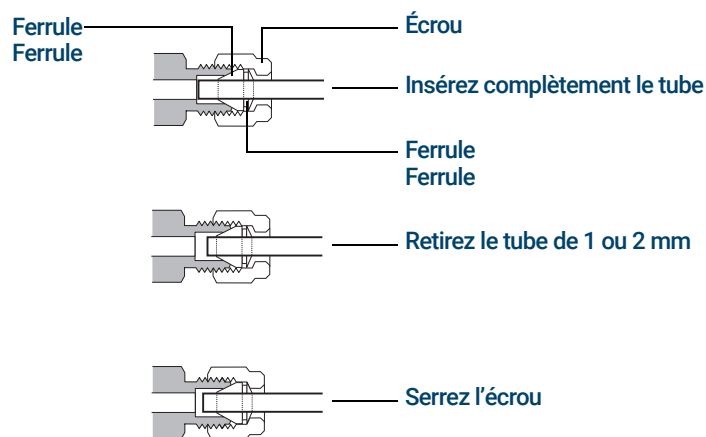

Figure 25. Insérez le tube
- 5 Poussez le tube à fond dans le raccord mâle, puis retirez-le de 1 à 2 mm comme illustré à la **Figure 25**.